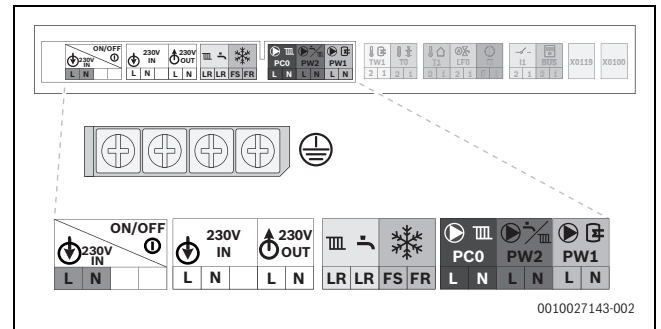
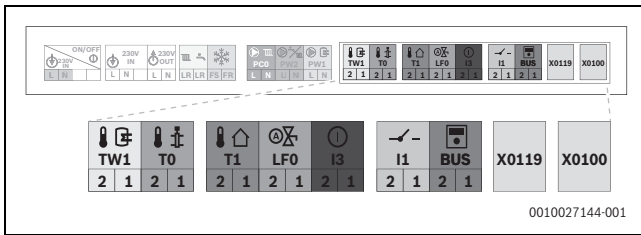

Bild 84 Netzspannungsbereich: Klemmleiste
Bild 85 Niederspannungsbereich: Klemmleiste
- Kabel an der Klemmleiste für externes Zubehör (→ Bild 84 und Bild 85) anschließen.